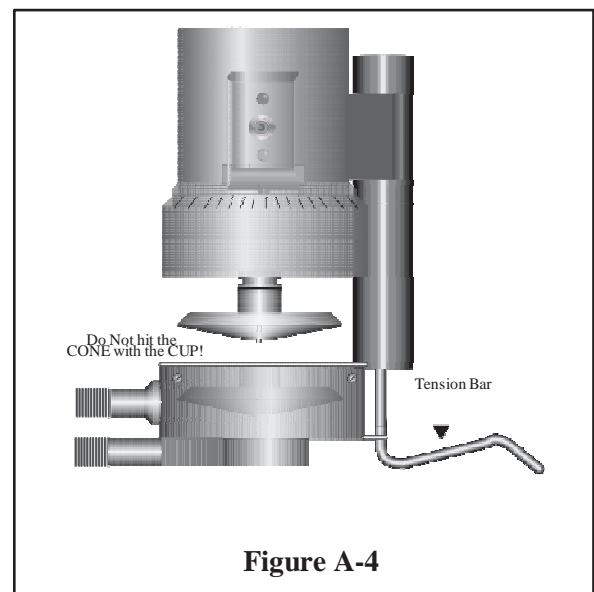

Figure A-4
5. Fixez la coupe en prenant garde de ne pas heurter le cône avec le plateau (**Figure A-4**) ; placez la coupe contre la bague micrométrique et rabattez la barre de tension sous la coupe. La barre de tension doit être munie du tuyau plastique.